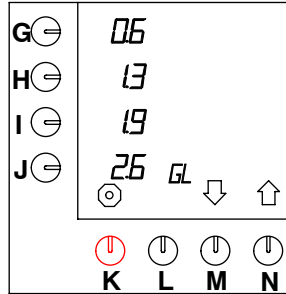

Fig. 40 Regolazione dei tasti di selezione preprogrammati per i galloni
- Premere il tasto di selezione (N.)↑ fino a che sullo schermo viene visualizzato quanto illustrato nella fig. 40 .